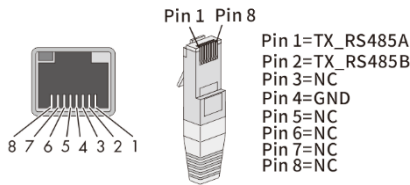

Fig. 19: Ledningsføring
- 3 Konfigurer kommunikationsledningen som vist i fig. 19 (iht. DIN 46228-4, stillet til rådighed af kunden).